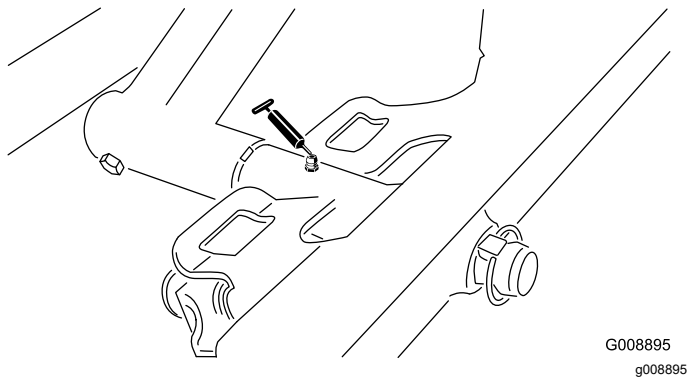

Figura 35
- Perno dell'apparato di taglio anteriore (Figura 35)